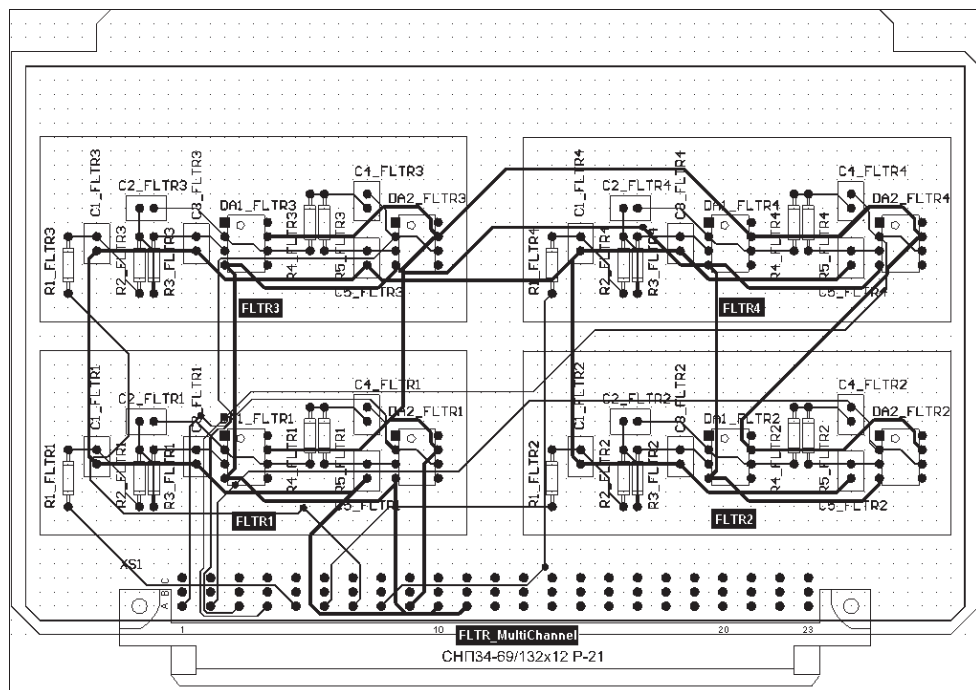

Рис. 6.56. Результат трассировки общих цепей
7. Выполнить трассировку печатного монтажа для межканальных связей и общих для всей платы цепей питания и «земли». Конечный результат для нашего примера показан на рис. 6.56.